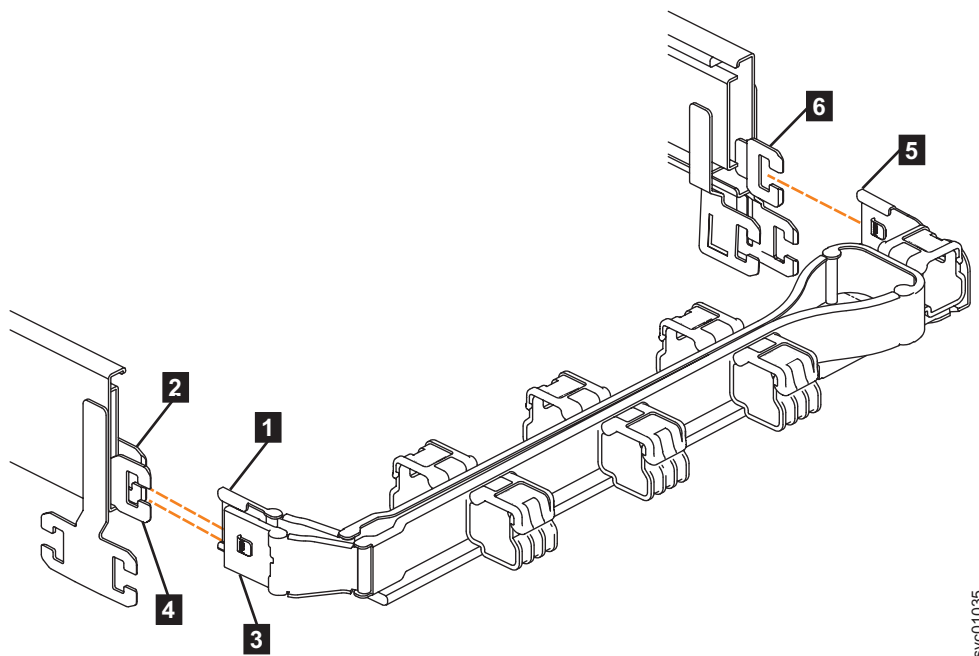
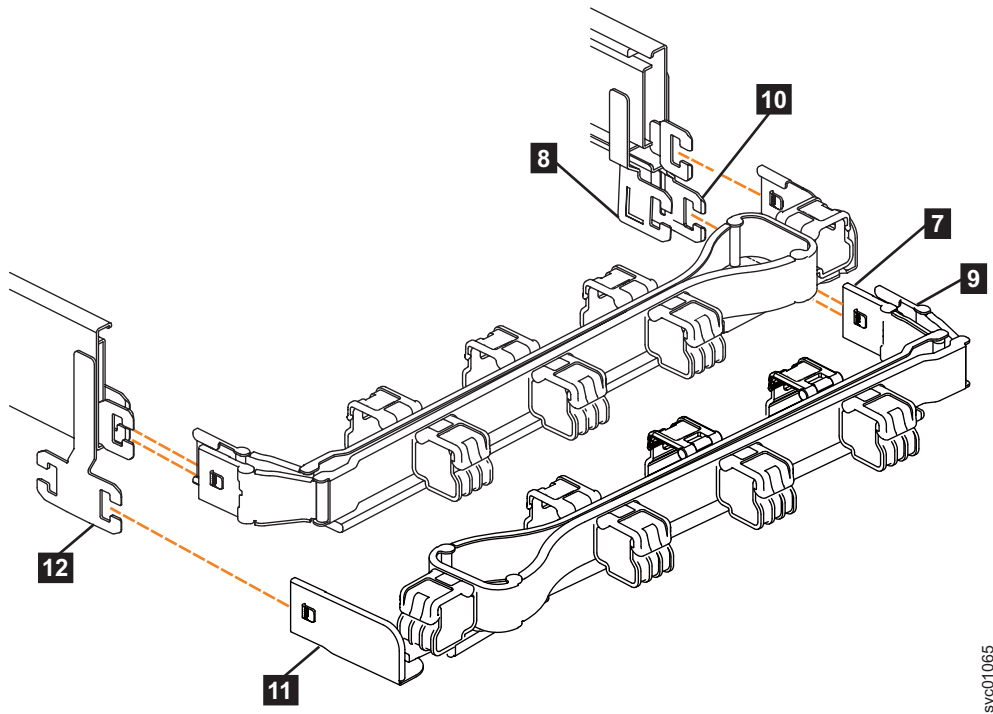

图 65. 上部电缆管理臂的连接器
图 66. 下部 CMA 组合件的组件
CMA 的连接器安装在支撑导轨末端的导轨挂钩上。图 65 显示了上部 CMA 组合件上的连接器。
1. 按下上部 CMA 组合件的连接器基座上的滑锁（图 65 中的 **5**）。
2. 拉动连接器以从右侧支撑导轨上的连接器基座（图 65 中的 **6**）中将其卸下。
3. 按下上部 CMA 组合件的外部连接器上的滑锁（图 65 中的 **3**）。
4. 从左侧支撑导轨的内部构件中卸下外部连接器（图 65 中的 **4**）。
5. 将上部 CMA 组合件的内部连接器（**1**）从左侧支撑导轨的内部构件（**2**）中卸下，如图 65 中所示。
注：卸下下部 CMA 组合件的过程与卸下上部 CMA 组合件的过程相同。但是，连接器位置颠倒。例如，上部 CMA 的连接器基座（第 68 页的图 65 中的 **5**）将连接到右侧导轨。下部 CMA 的连接器基座（图 66 中的 **11**）将连接到左侧导轨。
6. 将下部 CMA 组合件上的连接器基座（**11**）从左侧支撑导轨上的连接器（**12**）上卸下，如图 66 中所示。
7. 将下部 CMA 组合件的内部连接器（**9**）从右侧支撑导轨的外部构件（**10**）上卸下，如图 66 中所示。
8. 将下部 CMA 组合件的外部连接器（**7**）从右侧支撑导轨的内部构件（**8**）上卸下，如图 66 中所示。